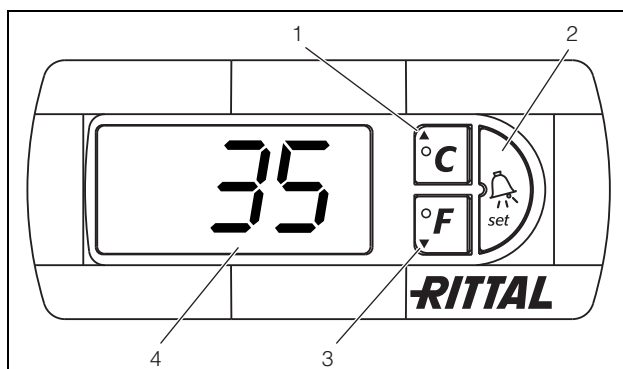

Imagen 18: Controlador e-Confort
El controlador e-Confort dispone de una indicación de 7 segmentos (imagen 18, n° 4). En esta se muestra, tras la conexión de la fuente de alimentación, durante aprox. 2 segundos la versión actual del software, así como el modo Eco activado. A continuación se indica la opción previamente ajustada (p. ej. t10) o bien la temperatura.
La programación del aparato se realiza a través de las teclas 1 – 3 (imagen 18). Los parámetros también aparecen en la indicación.
- Presione simultáneamente las teclas 1 y 2 (imagen 18) durante 5 segundos mín.
Con las teclas 1, 2 y 3 (imagen 18) puede modificar 24 parámetros dentro de los niveles preestablecidos (valor mín., valor máx.).